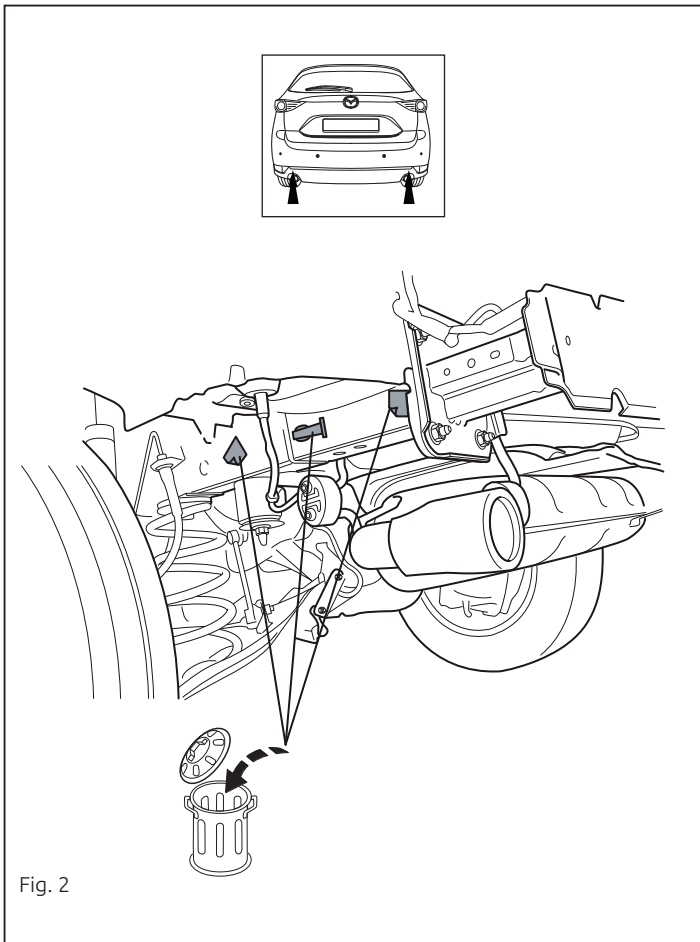

Fig. 2
2. По мере необходимости, удалить наклейки на местах крепления. рисунок 2.